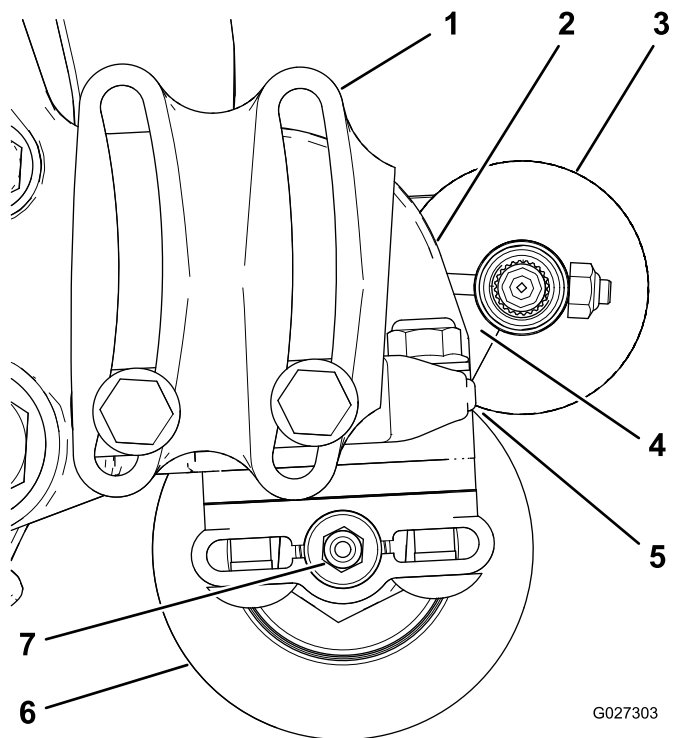

Figura 12
- Posicione a escova do rolo de forma a que toque ou apoie no rolo traseiro (**Figura 12**).